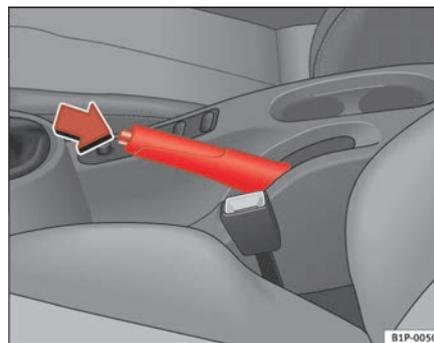

Fig. 125 Frein à main entre les sièges avant
⇒ page 173, fig. 125.
- Soulevez légèrement le levier de frein à main, appuyez sur le bouton de verrouillage dans le sens de la flèche ⇒ page 173, fig. 125 et abaissez le levier au maximum ⇒ .